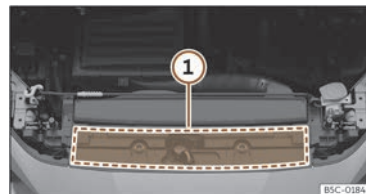

Fig. 216 No van motor: zona de localización da etiqueta de aceite de motor
prescrita está situada na parte frontal do compartimento do motor >>> **fig. 216** ①. Se usa o aceite de motor recomendado, o nivel de carga pode corrixirse tantas veces como sexa necesario.